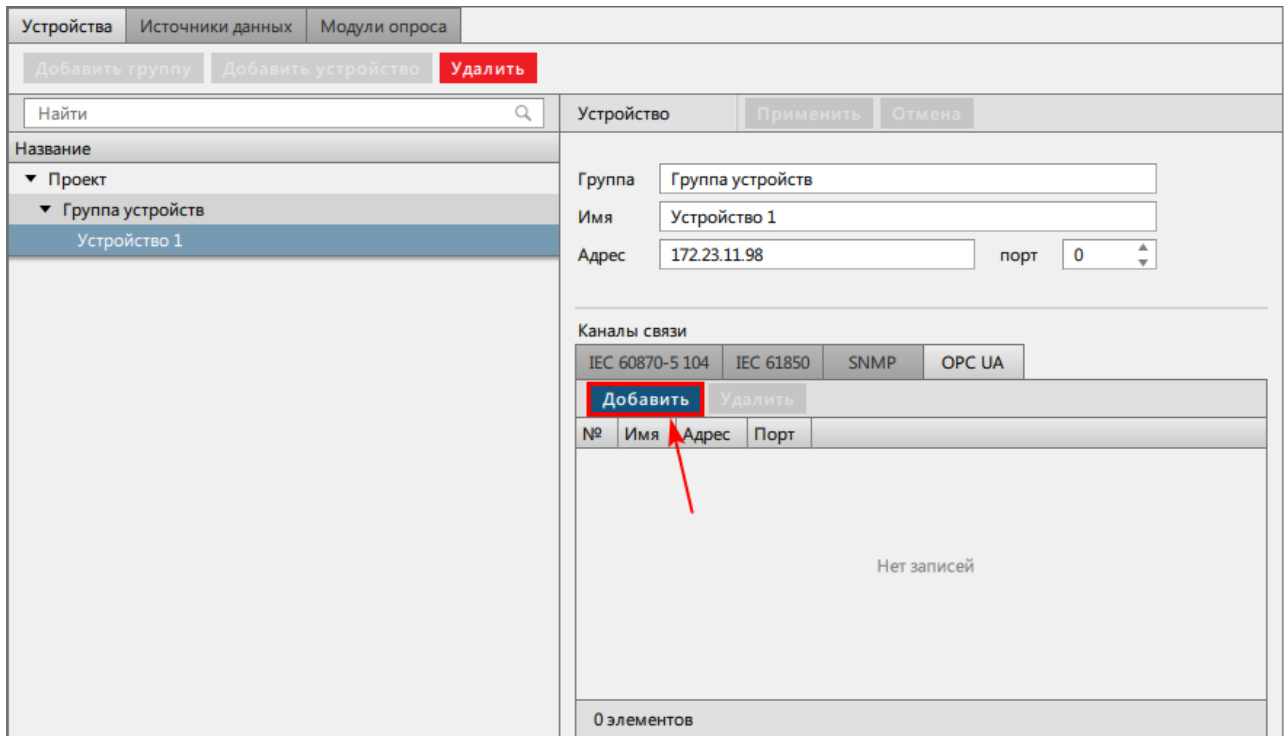

Рисунок 174 - Добавить каналы связи
- Внутри устройства добавьте каналы связи для необходимого протокола передачи данных (Рисунок 174).